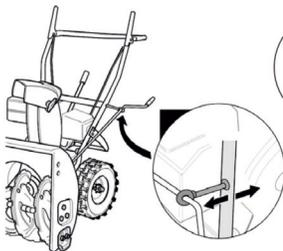

Рис. 6
6.5. Установка рукоятки поворота желоба (Рис. 6, 7)
1. Установите анкерный болт в отверстие на рукоятке управления (Рис. 6).